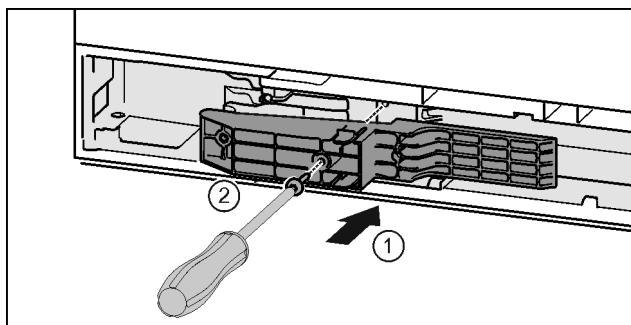

Fig. 45 *
- ▶ Поставете адаптерния елемент от страната на дръжката в прореза. Fig. 45 (1)*
- ▶ Затегнете винтовете с отвертка T15. Fig. 45 (2)*